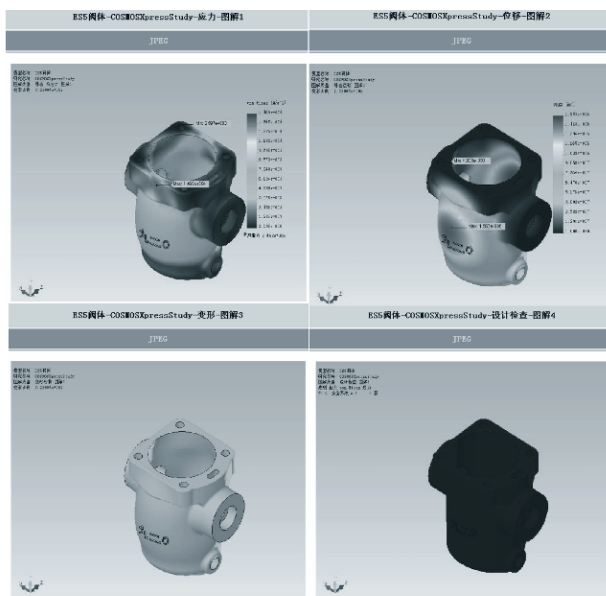

图3 应力分布、位移分布、变形云图
(1) 利用 COSMOS/press 插件对设计的阀体建立约束,施加载荷,进行分析计算。约束固定面选取阀体中法兰及进、出口两个端面,其水平及垂直方向位移均为零。施加的载荷主要来自阀体内部压力容器所承受蒸汽和凝结水压力  $P = 3.2\text{MPa}$ ,工作温度  $T = 203^\circ\text{C}$ ,方向垂直于阀体内表面。
(2) 应用 COSMOS/press 计算分析,输入相关参数,系统运行各种计算功能,得到阀体的应力、位移分布、变形云图如图 3 所示,结果如图 4 所示。